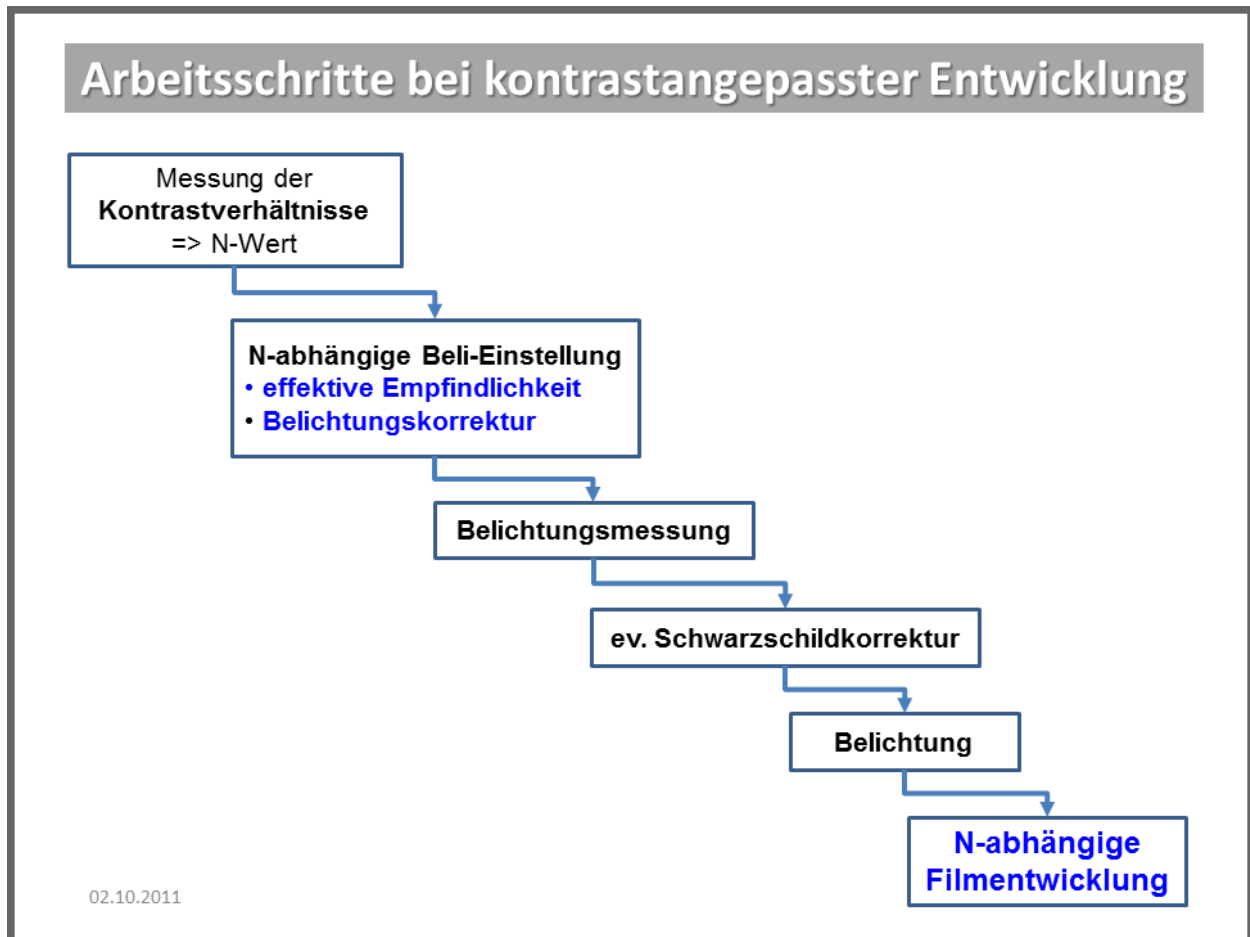

Abbildung 9: Arbeitsschritte bei kontrastangepasster Entwicklung
2. Bei Aufnahmen von kleinen Gegenständen (Nahaufnahmen) können weitere Belichtungskorrekturen aufgrund des Abbildungsmaßstabs nötig werden (zwischen Belichtungsmessung und Schwarzschildkorrektur in Abbildung 9). Eine elegante Methode zur Ermittlung dieser Korrektur ist die QuickDisc.